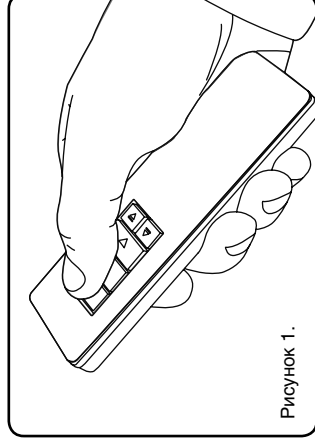

Рисунок 1.
1. Одновременно нажмите кнопки «Вверх» и «Стол» и удерживайте в течение 5 секунд (рисунок 1).